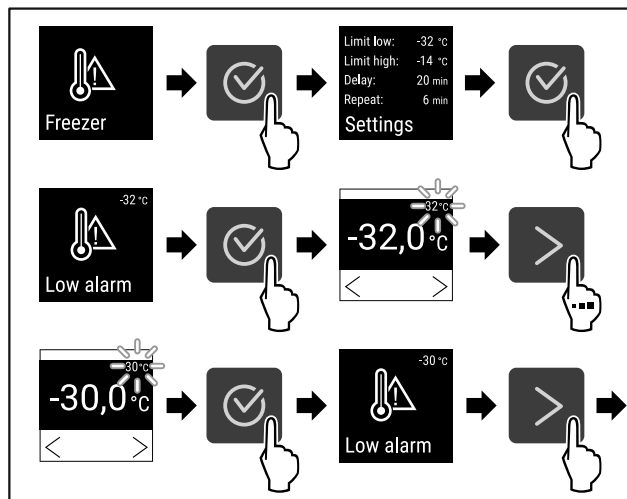

Fig. 97
- ▶ Vykonať kroky akcie (pozri Fig. 97).